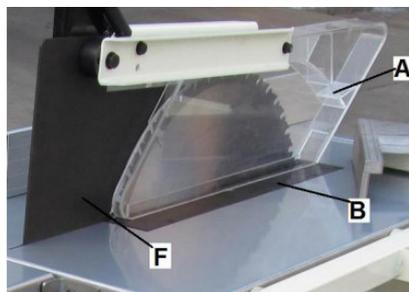

Рис. 25
Прикрепите защитный кожух диска, (А, Рис. 25) к расклинивающему ножу (F) с помощью болта, шайбы и гайки.